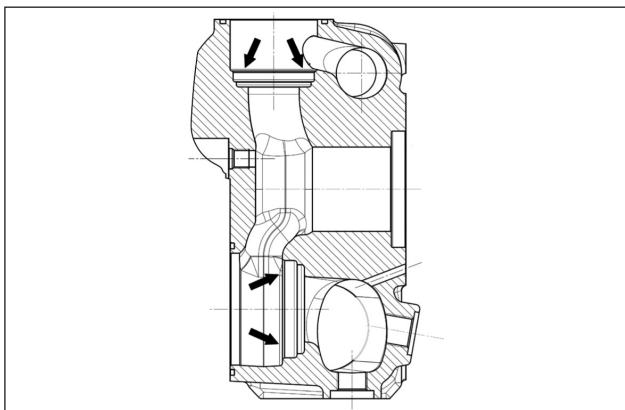

Fig. 143
**Prima di riposizionare i gruppi valvola pulire ed asciugare perfettamente i relativi alloggiamenti nella testata indicati dalle frecce (pos. ①, Fig. 143).**